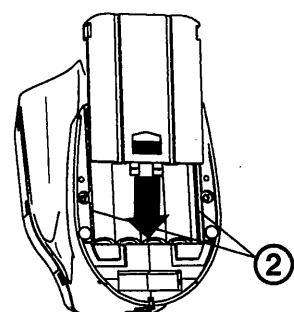

図2.1.2
『手順4』 図2.1.2のように電池カバーを②の溝に合わせて、矢印の方向にスライドさせカバーをしっかりと取付けます。